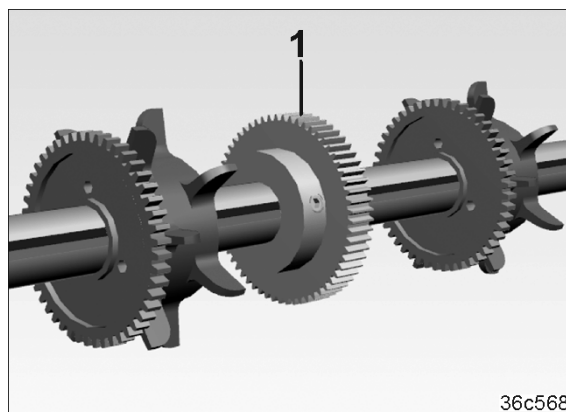

Fig. 252
8. Montieren Sie das Zahnrad (Fig. 252/1) auf der Bohnensäwelle.